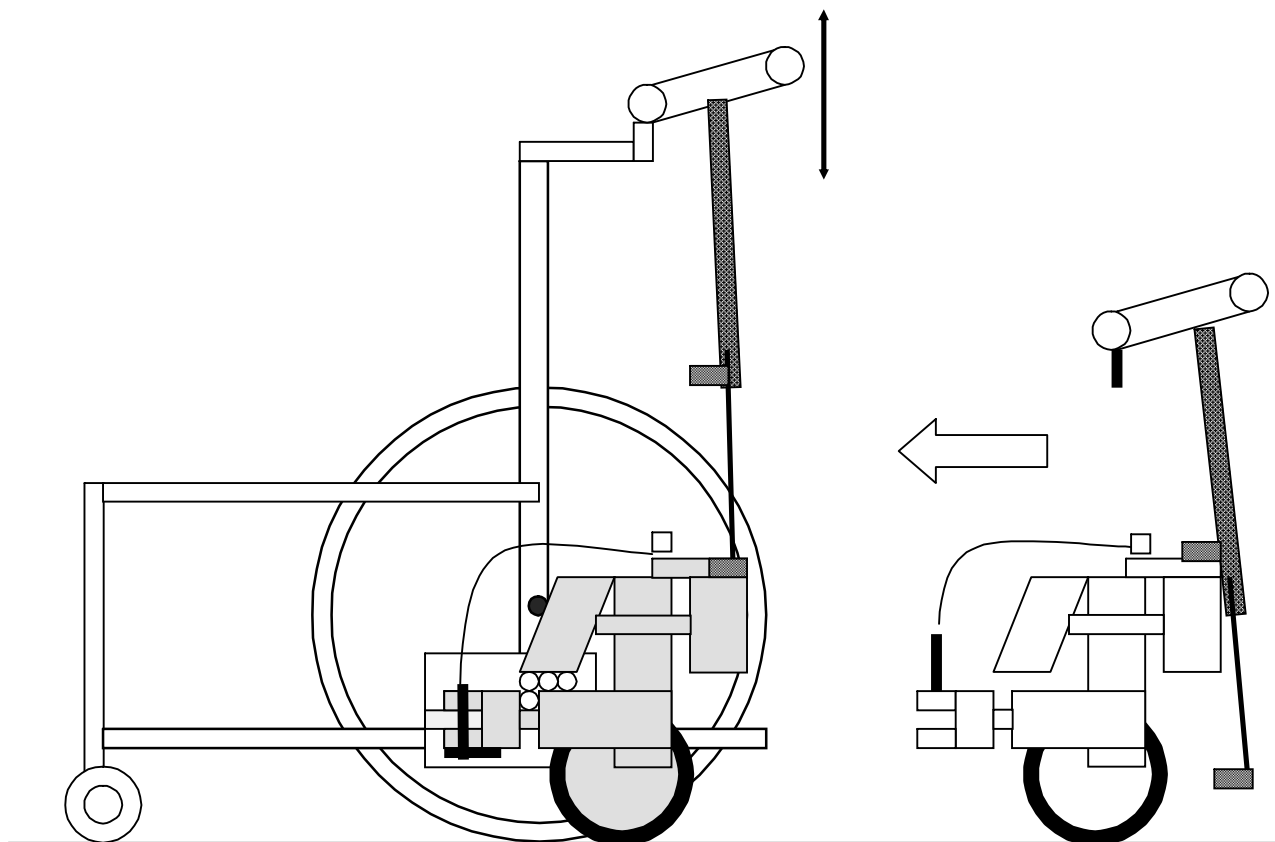

Abb. 14 Das Ankoppeln des **Heymer Move** an den Rollstuhl
- das Abkoppeln des **Heymer Move** erfolgt in umgekehrter Reihenfolge (siehe Abb. 14)